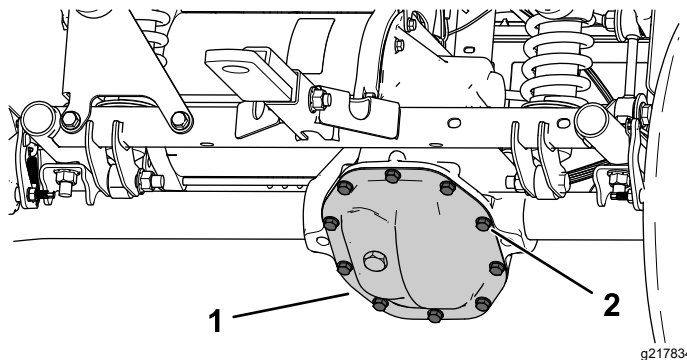

图 48
1. 对齐驱动桥盖下的排放盘图 48。
2. 拔掉驱动桥盖上的螺栓让液体完全排出图 48。